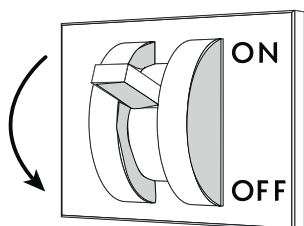

Fig. 28
- Couper la tension électrique au meuble réfrigéré en intervenant sur l'interrupteur-sectionneur général mural ("Fig. 28").